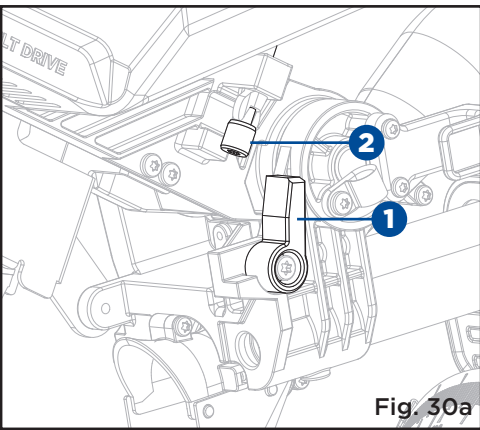

Fig. 30a
**COUPE DE RAINURES (FIG. 30a-30b)**